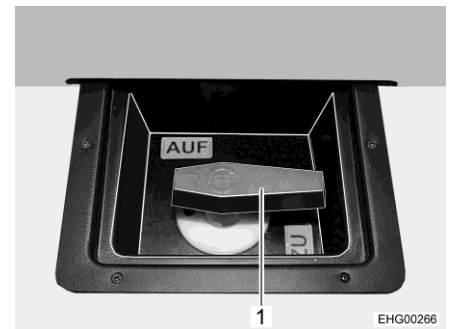

Bild 145 Bedienhebel (Abwassertank)
Der Ablasshahn für das Abwasser wird über einen Bedienhebel (Bild 145,1) betätigt. Der Bedienhebel (Bild 145,1) für die Abwasserentsorgung befindet sich unter einer Abdeckung im Heck. Das Ablaufrohr mit Anschluss für einen Abwasserschlauch befindet sich unter dem Fahrzeug, auf der rechten Seite.
- Ablasshahn öffnen. Dazu den Bedienhebel (Bild 145,1) des Ablasshahns auf Stellung "AUF" drehen. Das Abwasser läuft ab.
- Nachdem das Abwasser vollständig abgelassen ist, den Ablasshahn wieder schließen. Dazu den Bedienhebel (Bild 145,1) des Ablasshahns auf Stellung "ZU" drehen.